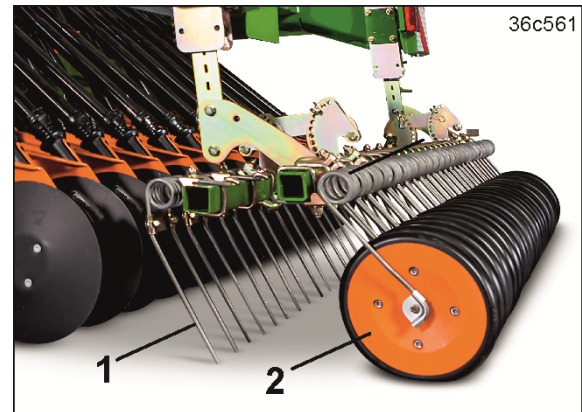

Fig. 88
- harvetænder (Fig. 88/1)
- trykruller (Fig. 88/2).